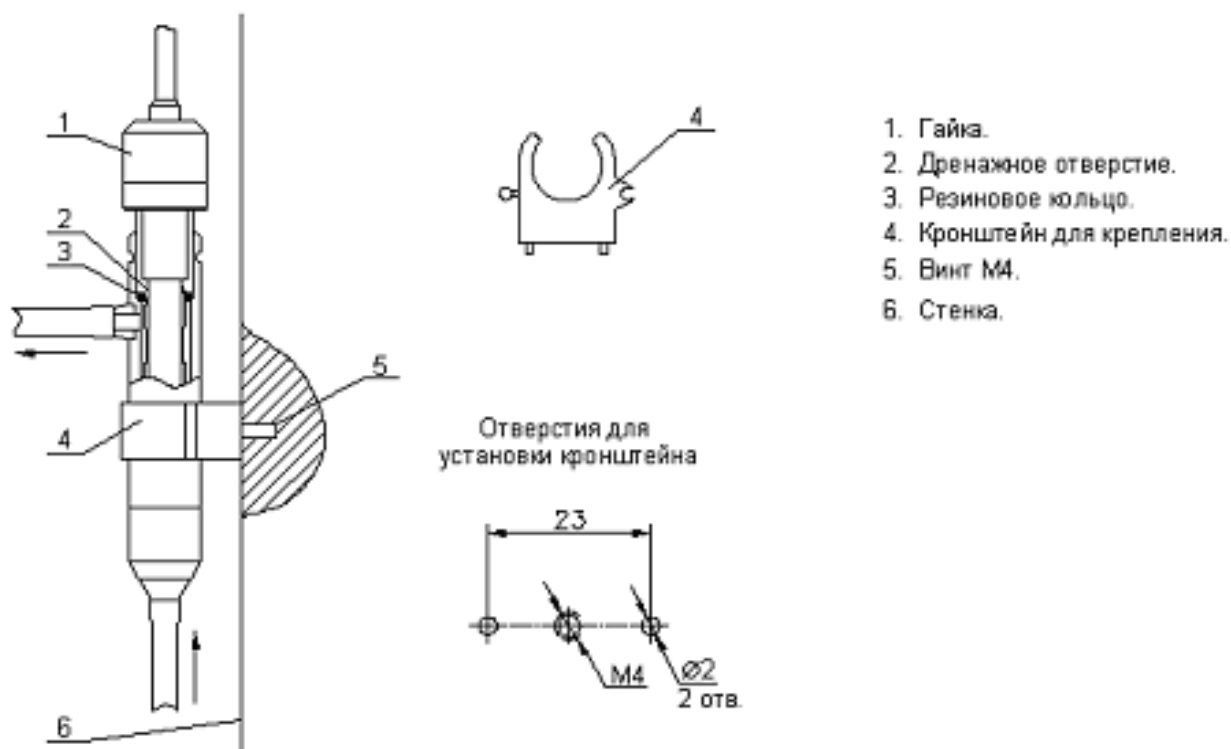

Рис. 7.4. Установка измерительной камеры
7.3. Установка измерительной камеры (см. рис. 7.4.).